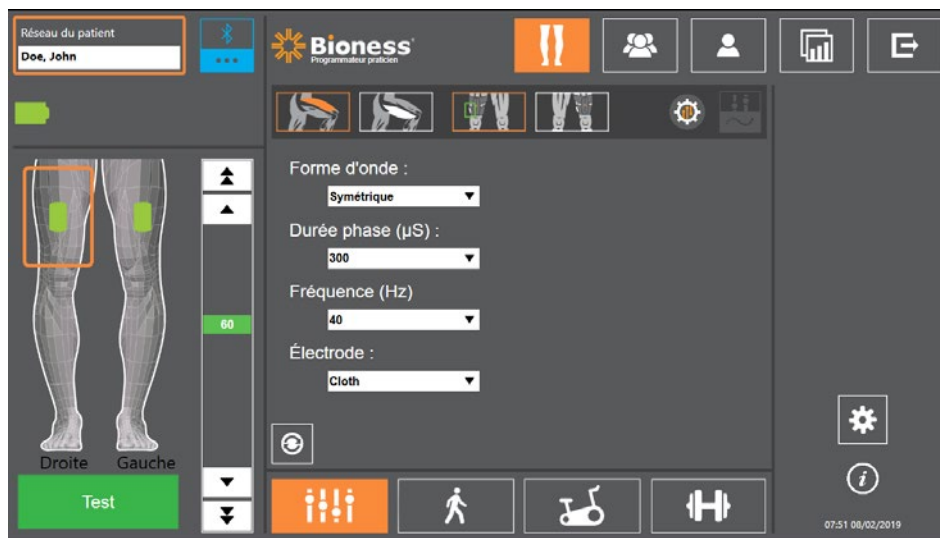

Figure 9-7 : Programmation de la stimulation, écran des paramètres
- Appuyez sur l'icône de programmation des paramètres  de la barre de navigation pour ouvrir l'écran des paramètres. Reportez-vous à la figure 9-7.
- L'écran désigne les EPG connectés par une icône verte sur le schéma de la jambe sur la gauche de l'écran des paramètres. Reportez-vous à la figure 9-7. L'EPG sélectionné est entouré d'un cadre orange.